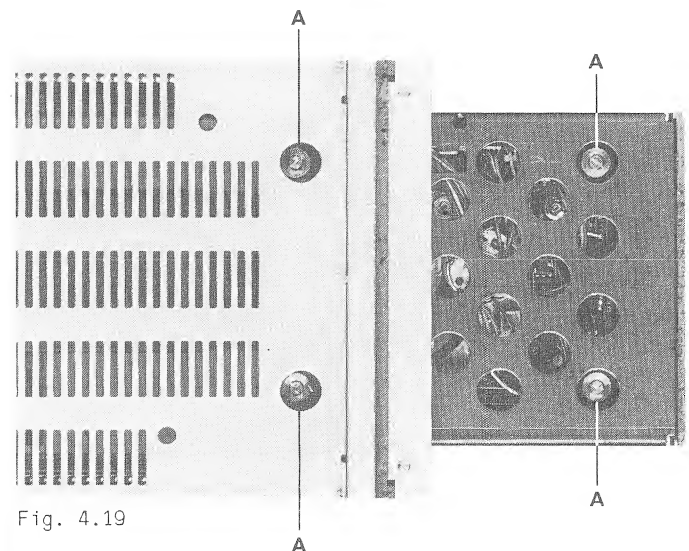

Fig. 4.19
- Déconnecter l'appareil du secteur et tirer le tiroir vers l'extérieur sur environ trois quarts de sa longueur (les deux vis en laiton situées à l'arrière doivent être visibles à travers les ouvertures de la tôle de fond, voir fig. 4.19).